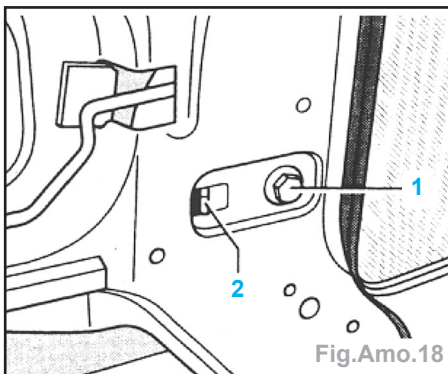

Fig.Amo.18
- Fermer la porte coulissante et desserrer la vis six pans (1) depuis l'intérieur du véhicule (Fig.Amo.18).